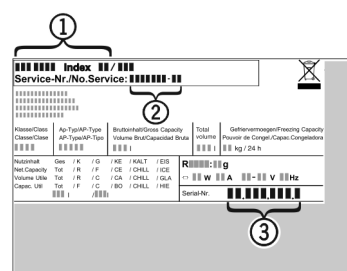

Fig. 35
- ▶ Z typového štítku odčítajte označenie zariadenia Fig. 35 (1), servisné č. Fig. 35 (2) a sériové č. Fig. 35 (3). Typový štítok je na ľavej vnútornej strane zariadenia.
- ▶ Upovedomte zákaznícky servis a oznámte chybu, označenie zariadenia Fig. 35 (1), servisné č. Fig. 35 (2) a sériové č. Fig. 35 (3).